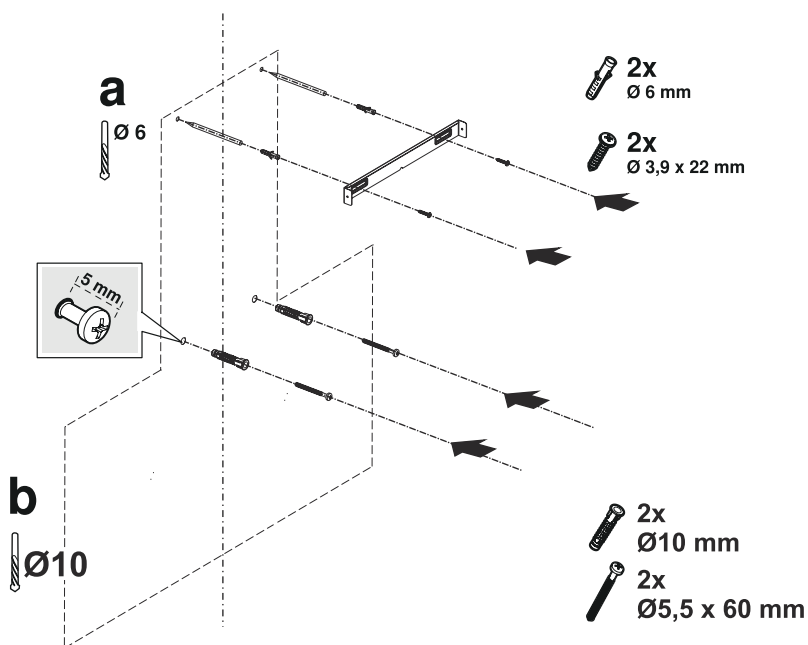

Рис. 11
1. ➤ Проведіть середню лінію розташування від стелі перпендикулярно до нижнього краю витяжки (Рис. 11).
2. ➤ Посередині монтажної планки димоходу є язичок. Помістіть середню точку цього язичка на лінію, проведену перпендикулярно стіні. Вирівняйте по горизонталі та ручкою позначте отвори, де буде встановлена з'єднувальна пластина (Рис. 11/а).
Просвердліть позначені місця свердлом Ø6 мм і вставте 2 пластикових дюбеля у просвердлені отвори (Рис. 11/а).
Пригвинтіть монтажну планку димоходу до стіни гвинтами 3,9 x 22 (Рис. 11/а).
3. ➤ Щоб просвердлити отвори для підвісу димоходу, розмістіть монтажний шаблон на поверхні, на якій буде встановлено прилад, і позначте монтажні отвори (Рис. 11/б).
- 4.** ➔ Просвердліть отвори для підвісу свердлом $\varnothing 8$ мм і встановіть дюбелі (Рис. 11/b).
2 гвинта 4,9 x 950 для підвісу з зазором 5 мм між головкою гвинта і стіною (Рис. 11/b).